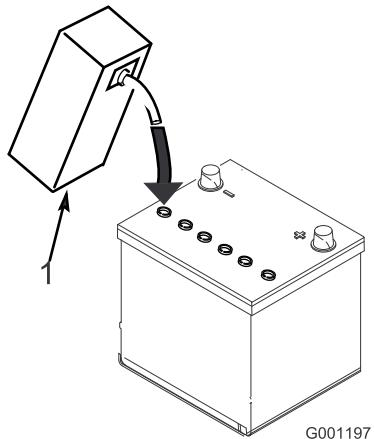

Bild 7
- Füllen Sie vorsichtig in jede Zelle Elektrolyt ein, bis die Platten ungefähr mit 6 mm Flüssigkeit bedeckt sind (Bild 7).
4. Lassen Sie die Elektrolytflüssigkeit für 20 bis 30 Minuten in die Platten durchtränken. Füllen Sie nach Bedarf auf, um den Elektrolytfüllstand auf ungefähr 6 mm unter dem Einfüllstutzen anzuheben (Bild 7).